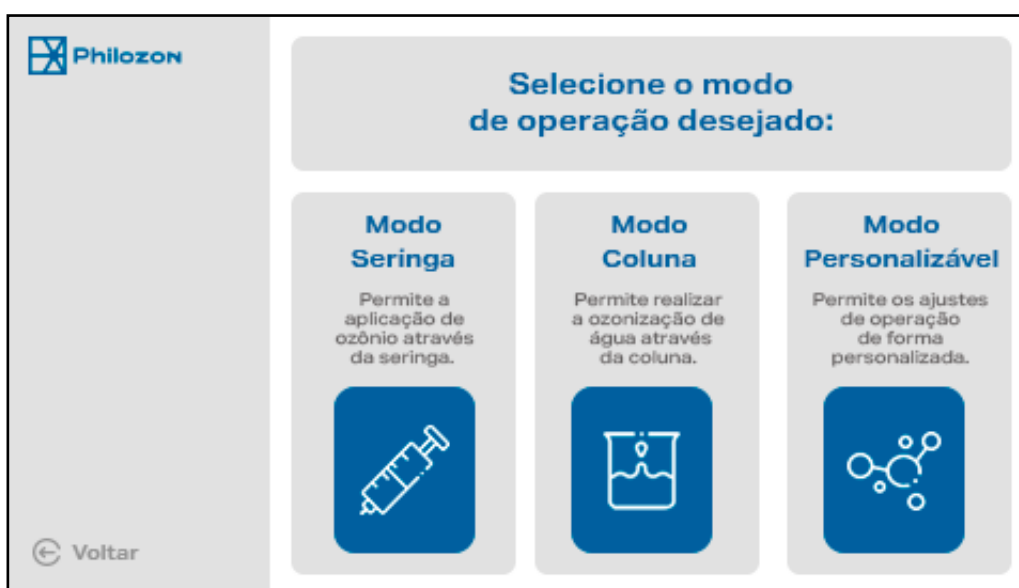

Figura 12 - Tela Modos de operação
1. Modos de operação: selecione essa opção para exibir a tela com os três modos de operação disponíveis no equipamento: Seringa, Coluna e Personalizável (Figura 12).
e) Selecionar um dos modos de operação, ilustrados na Figura 12. Ao selecionar, irá ser exibida a tela de operação do respectivo modo, cada modo possui diferenças em suas opções de ajuste.